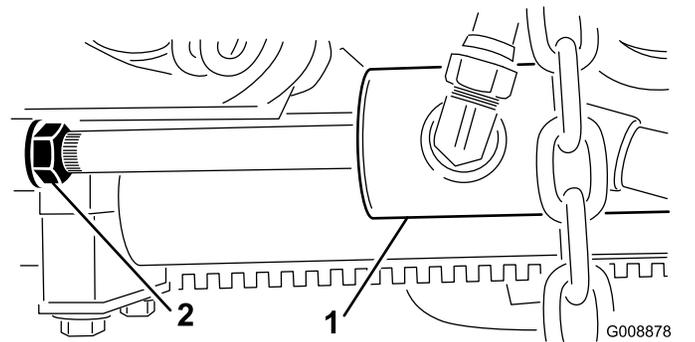

Figure 29
- Desserrez l'écrou de blocage sur la tige du vérin de levage (**Figure 29**).